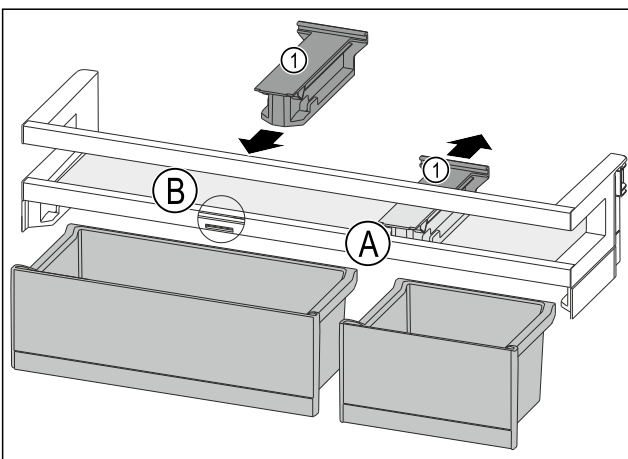

Fig. 114
- ▶ Húzza hátra a tartóelemet Fig. 114 (1) pozícióba Fig. 114 (A).
- ▶ Helyezze be a tartóelemet Fig. 114 (1) pozícióba Fig. 114 (B).